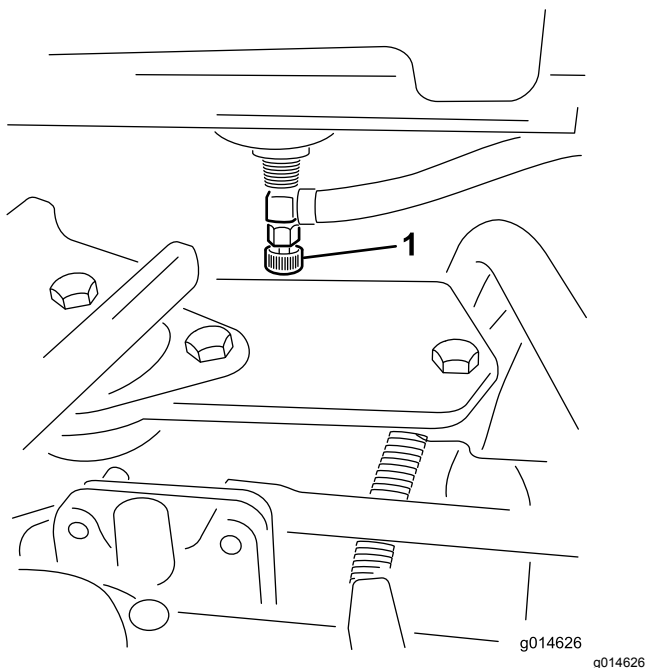

Figure 48
1. Fermez le robinet d'arrivée de carburant (Figure 48) situé au-dessous du réservoir de carburant.